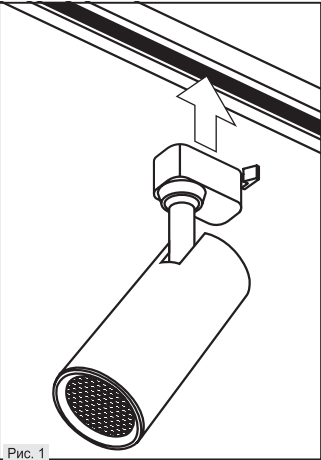

Рис. 1
- Установите светильник в шинопровод, при помощи адаптера (Рис. 1).